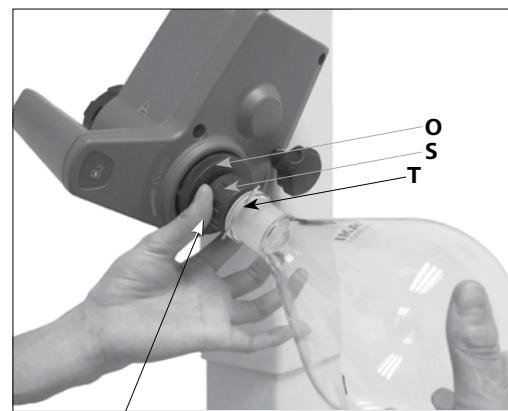

Fig. 15b
- Поверните пластмассовую гайку (**P**) с хомутом (**S**) против часовой стрелки так, чтобы хомут лег на фланец. (Fig. 15b)